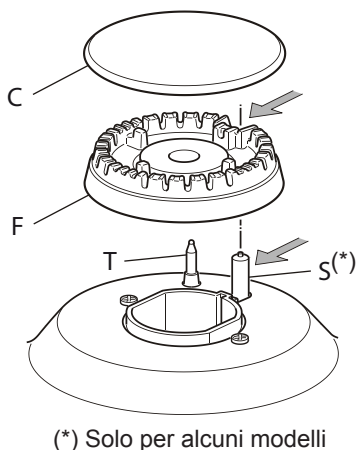

Fig. 5.4
- Verificare che la sonda "T" (fig.5.4) vicino ad ogni bruciatore sia sempre ben pulita in modo da permettere il regolare funzionamento della valvolatura di sicurezza.
- Solo per i modelli con accensione elettrica: verificare che l'elettrodo "S" (fig.5.4) sia sempre ben pulito in modo da permettere lo scoccare regolare delle scintille.
É molto importante verificare il perfetto posizionamento dello spartifiamma "F" e del cappello "C" del bruciatore (vedere figure 5.4 - 5.5) perché un loro spostamento dalla sede può essere causa di gravi anomalie